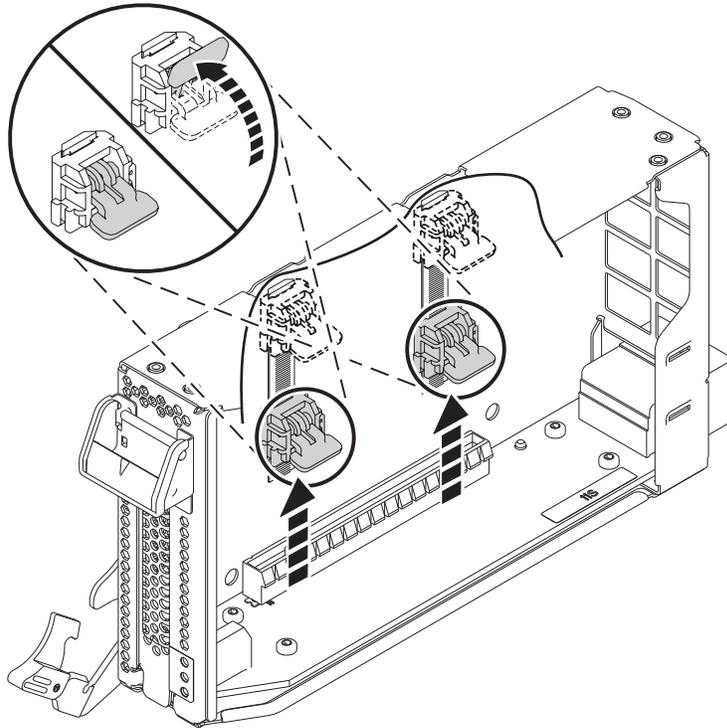

Abbildung 40. Kassettenverriegelungen entriegeln
- a. Entriegeln Sie die Kassettenverriegelungen, indem Sie sie drehen, wie in Abb. 40 auf Seite 42 dargestellt.
- b. Drücken Sie die Kassettenverriegelungen nach oben zur Oberkante der Kassette, wie in Abb. 40 auf Seite 42 dargestellt.